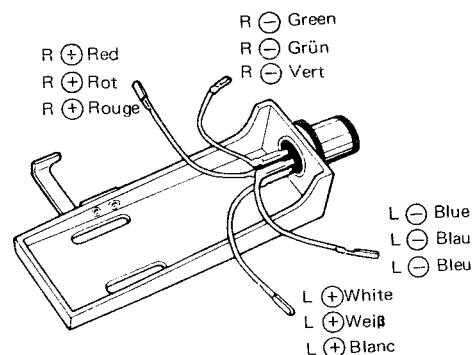

Fig. 6 Abb. 6
- (1) Attach the cartridge to the head shell with cartridge fixing screws.
- (2) The polarities and L,R channel of the lead wire of the head shell are shown in Fig. 6. The connection should be done according to the terminal indication of the cartridge.
- (1) Tonabnehmer in den Tonarmkopf einsetzen und mit den Befestigungsschrauben sichern.
- (2) Die Polarität sowie der Anschluß der Tonleiter des Tonabnehmers für den linken und rechten Kanal sind in Abb. 6 dargestellt. Der Anschluß ist gemäß der Tonabnehmer-Klemmenbezeichnung auszuführen.
- (1) Fixer la cellule phonoélectrique sur la coquille à l'aide des vis de fixation de cellule.
- (2) Les polarités et les canaux L et R de la coquille de phonoélecteur sont indiqués sur la Fig. 6. Les connexions doivent être faites en fonction de l'indication de borne de la cellule phonoélectrique.